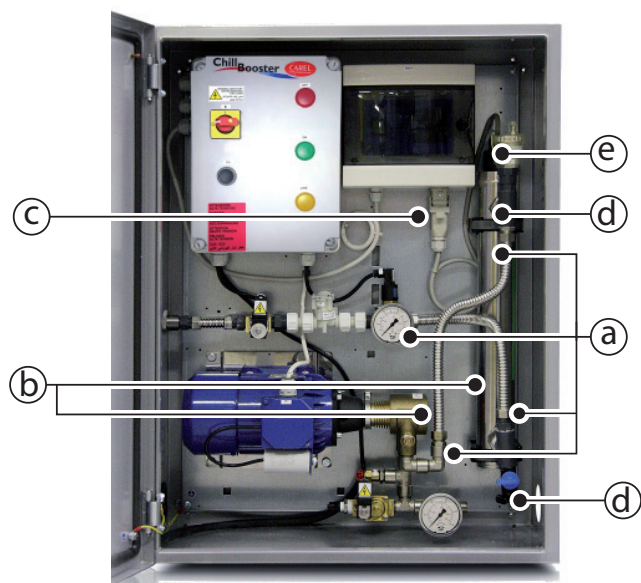

Fig. 6.a
- pour toutes les versions, lorsque l'on prévoit que la température sera inférieure à 1 °C (avec formation de glace), s'assurer d'avoir purgé toute l'eau du circuit hydraulique et contrôler notamment le filtre du réducteur de pression. Pour ce faire, dévisser le boîtier du filtre et s'assurer qu'il n'y a pas de zones de stagnation d'eau à l'intérieur (voir la Fig. 6.b).